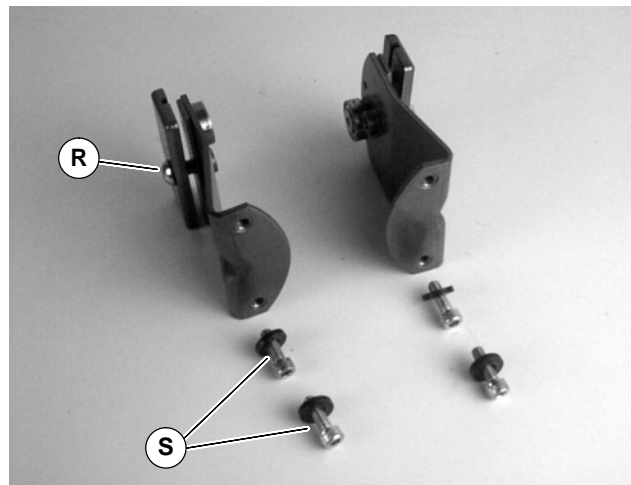

Figure 22
- Die Trägerschrauben (R siehe Abbildung 22) lockern, aber nicht entfernen. Die Montageschrauben und Unterlegscheiben (S) entfernen.